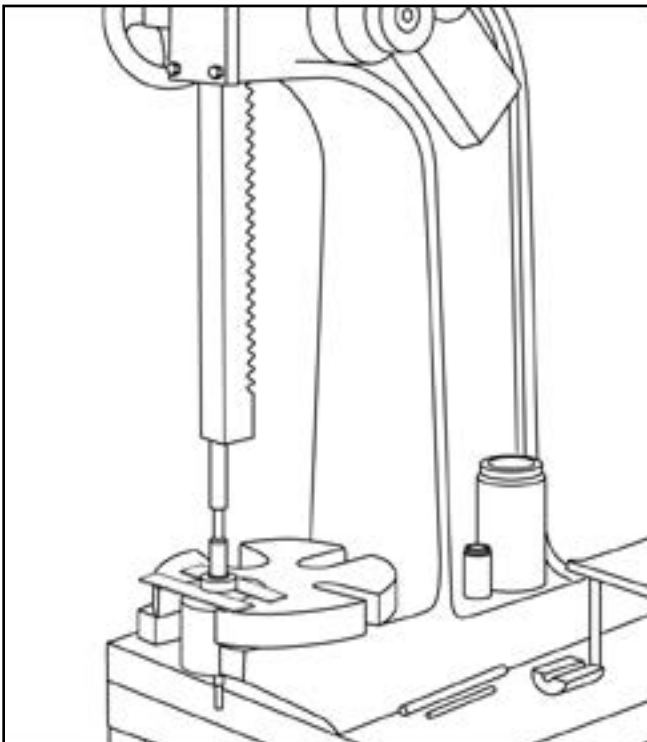

FIG. 23
10. Si es necesario reemplazar el cojinete de bolas, oprima y sáquelo en una prensa de husillo. Use tiras de metal entre el cojinete y el rotor para oprimir y sacarlo. Fig. 23. Siempre oprima en el anillo interior del cojinete cuando lo esté reemplazando.